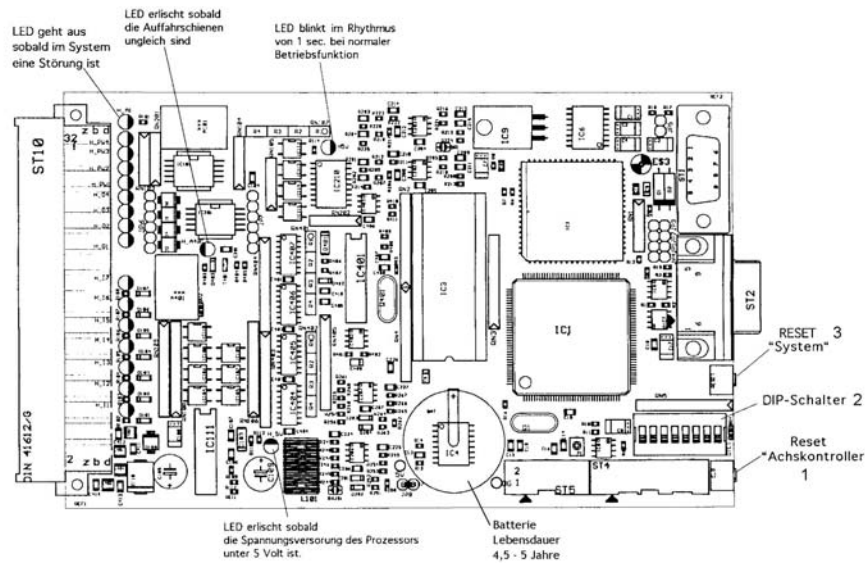

Bild 3: Platine - Achskontroller
- Resetknopf 1 an der Platine drücken und gedrückt halten. (siehe Bild 3)